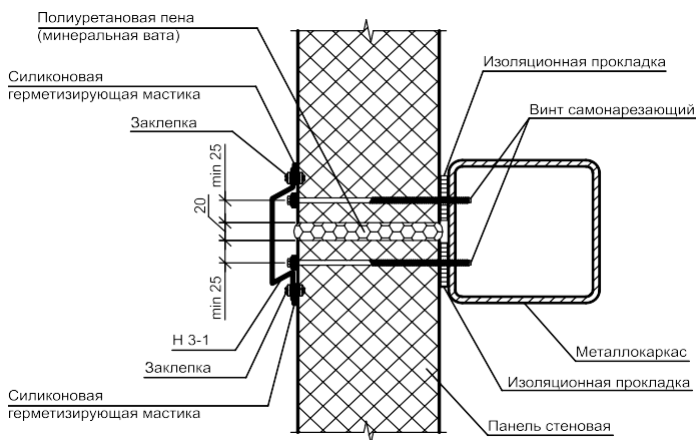

Рис. 29
*Рекомендованное расположение саморезов в местах стыков панелей по длине при горизонтальной и вертикальной раскладках на Рис. 29.*